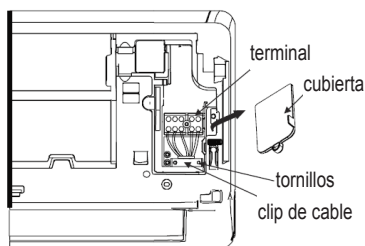

fig. 15 -
1. Abrir el panel frontal de la unidad ("fig. 15 -").